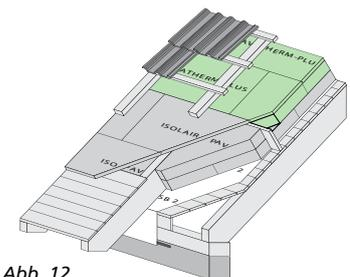

Abb. 12
- Dächer mit PAVATEX - Aufsparrendämmung (Abb.12)